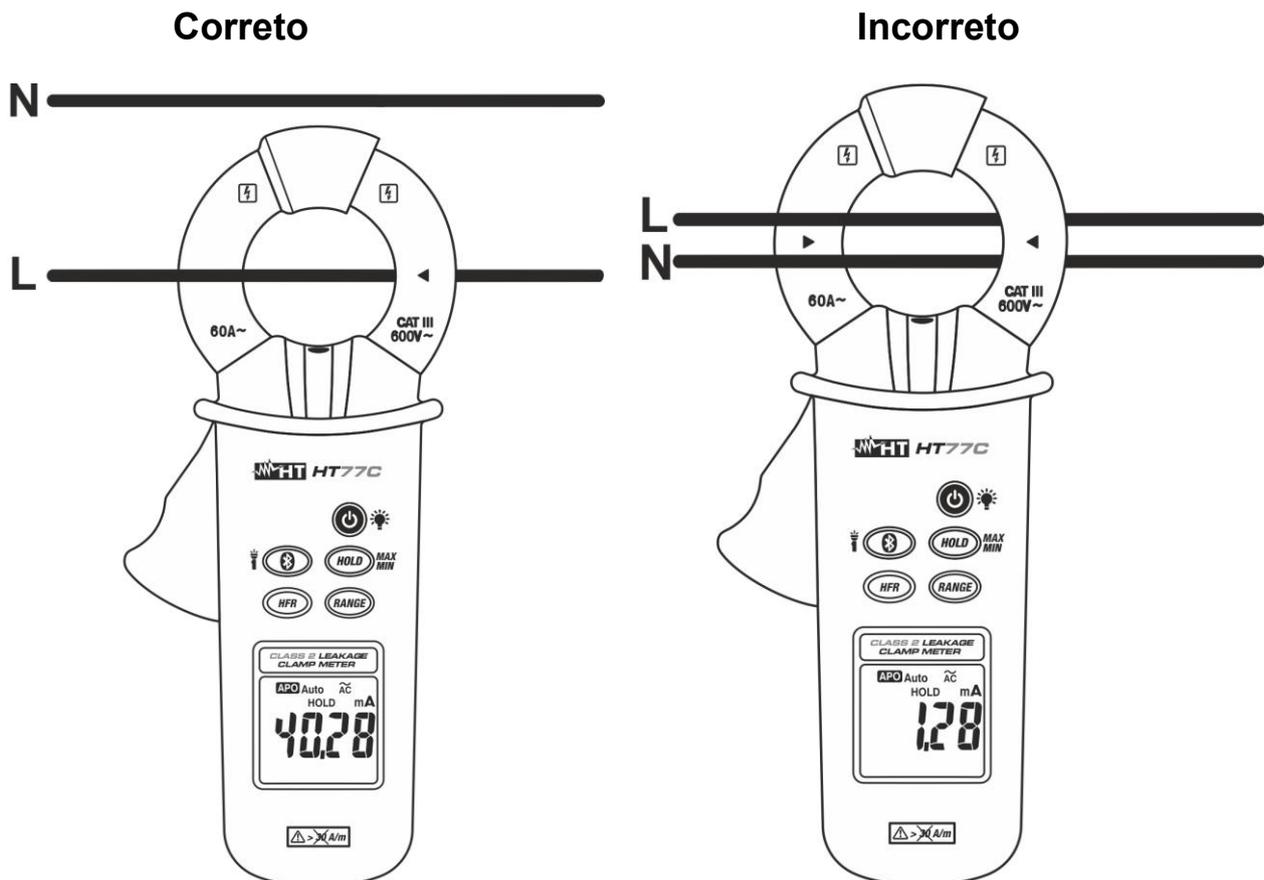

Fig. 3: Uso da pinça para medir Correntes CA
2. Abrir o toroide e inserir o cabo de fase no centro do mesmo (ver Fig. 3 – parte esquerda). O valor da corrente é apresentado no display.